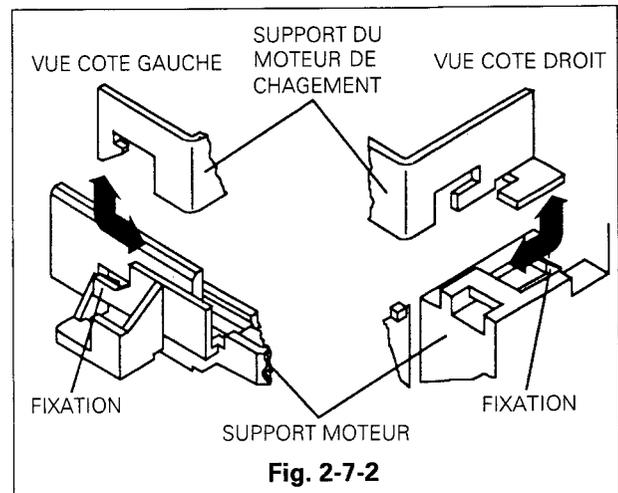

Fig. 2-7-2
- C. Débloquer les crochets de maintien du moteur et de son support. (Fig.2.7.2)